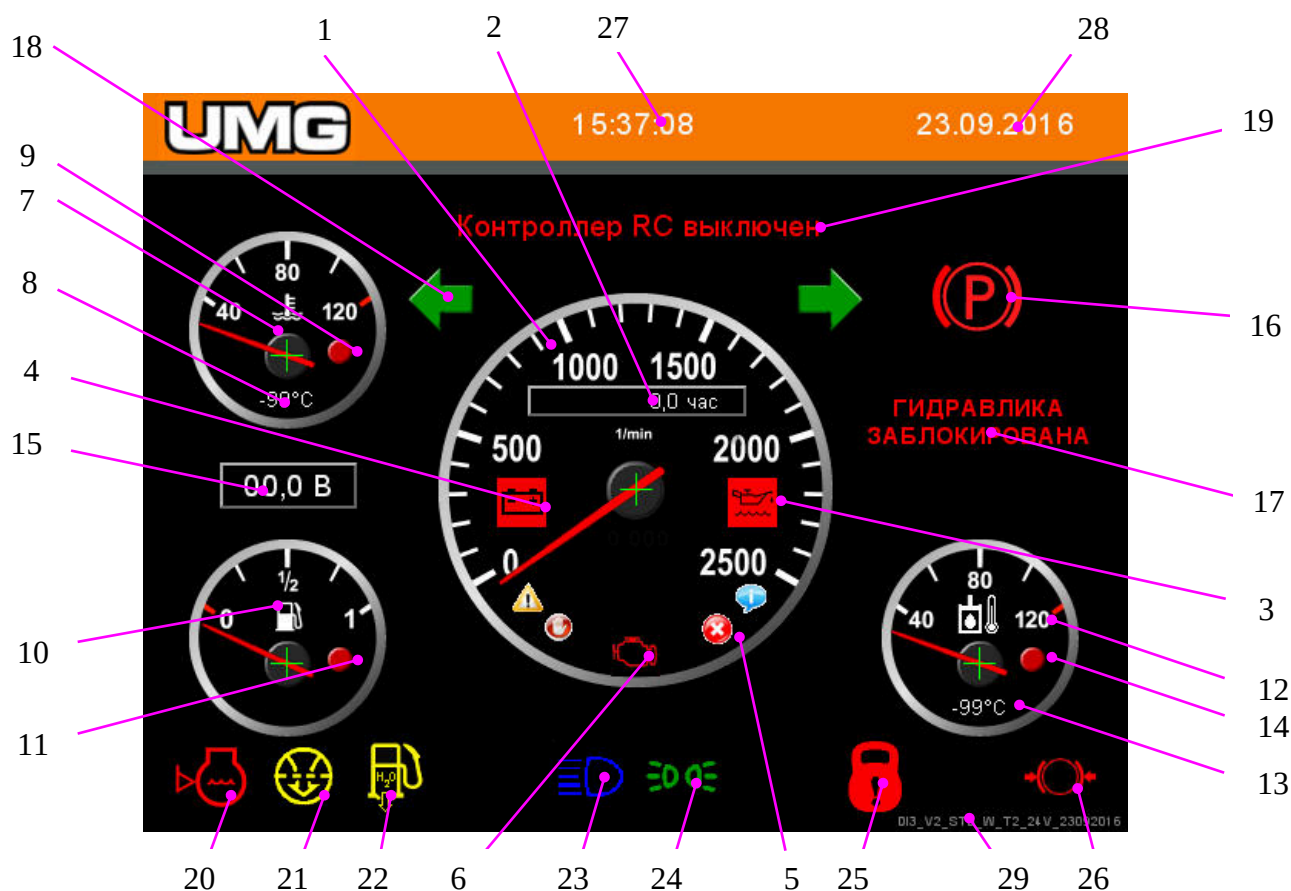

Рисунок 4.2.1. Все элементы, отображаемые на дисплее.
1. Дисплей, отражающий напряжение в сети на рис.4.2.1.
2. Дисплей температуры гидравлической жидкости на рис.4.2.1.
3. Температура охлаждающей жидкости двигателя рис.4.2.1.
4. Аварийное давление масла в двигателе рис.4.2.1.